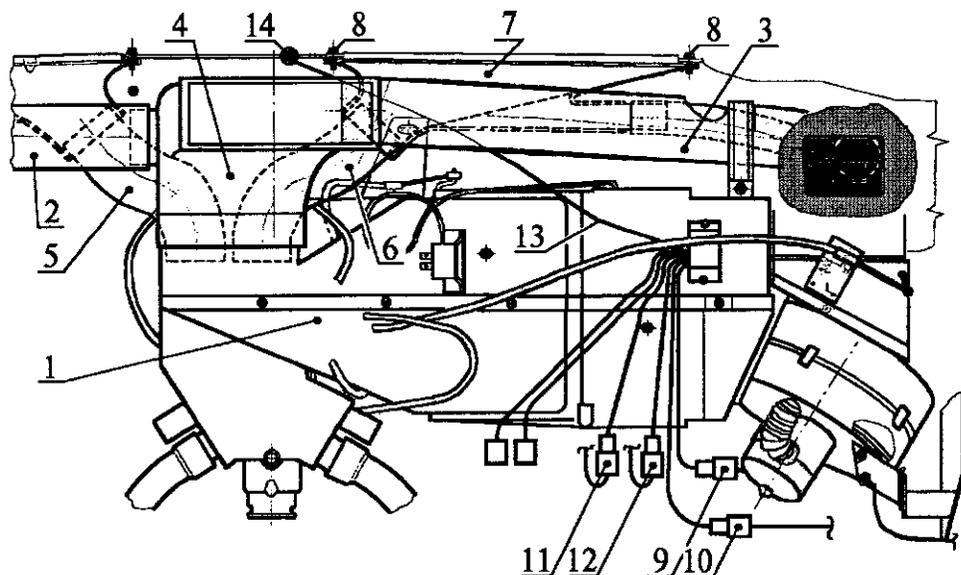

Рис. 19. Отсоединение воздухопроводов и проводов от блока обработки воздуха:
4.26. Отсоединить воздухопроводы от блока 1 (рис. 19) обработки воздуха